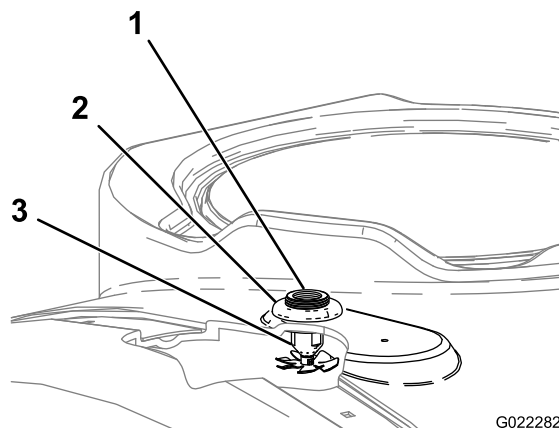

図 8
2. 先ほどあけた穴の下から上へ、ノズル・アセンブリを通して取り付ける (図 8)。
3. タンク上部のバルクヘッドのねじ山に、プラスチック製フランジナットを取り付ける (図 8)。